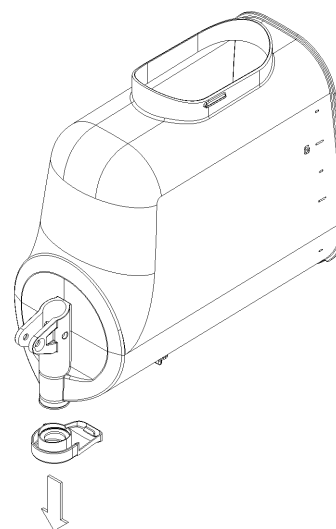

figure 15
7 Enlever le réducteur de débit du bac (voir figure 15).
**5** Enlever le réducteur de débit du bac (voir figure 15).